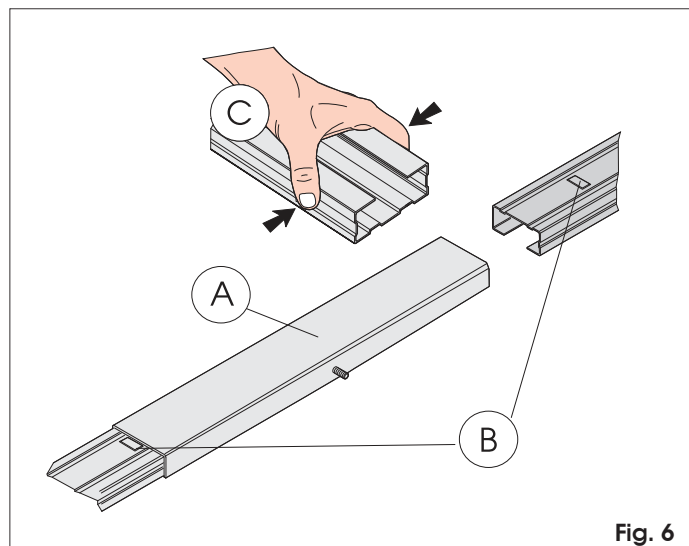

Fig. 6
- 1) Die beiden Teile der Gleitführung zusammenbauen und hierfür in die mittlere Verbindung (Abb. 6 Bez. A) bis zum Anschlag der Bezugsmarkierungen aus Metall einführen (Abb. 6 Bez. B). Zur Erleichterung des Einsatzes der Gleitführung wird empfohlen, diese in die mittlere Verbindung einzusetzen und laut Angaben in Abb. 6, Bez. C, zusammenzudrücken. Keine Werkzeuge verwenden, die die Führung oder die Verbindung